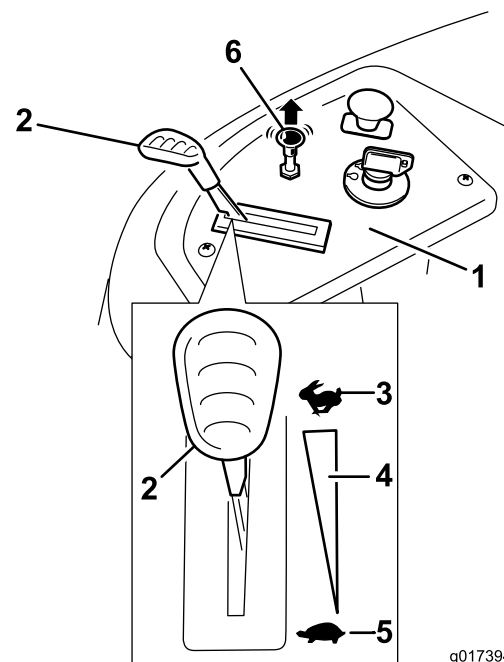

Figura 14
3. Si el motor está frío, tire hacia arriba del control del estarter (Figura 14).
2. Mueva la palanca del acelerador a la posición de Rápido (Figura 14).